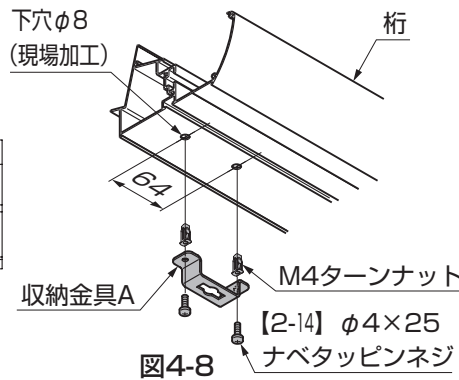

図4-8
- ②収納金具Aを【2-14】、M4ターンナットで取付けてください。(図4-8参照)